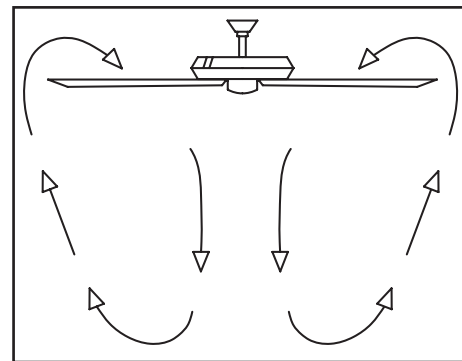

Figure 20
**Par temps chaud** - (marche avant) Un débit d'air descendant crée un courant d'air rafraîchissant, comme illustré à la Figure 20. Ce qui permet d'utiliser un réglage de climatisation plus élevé sans nuire à votre confort.